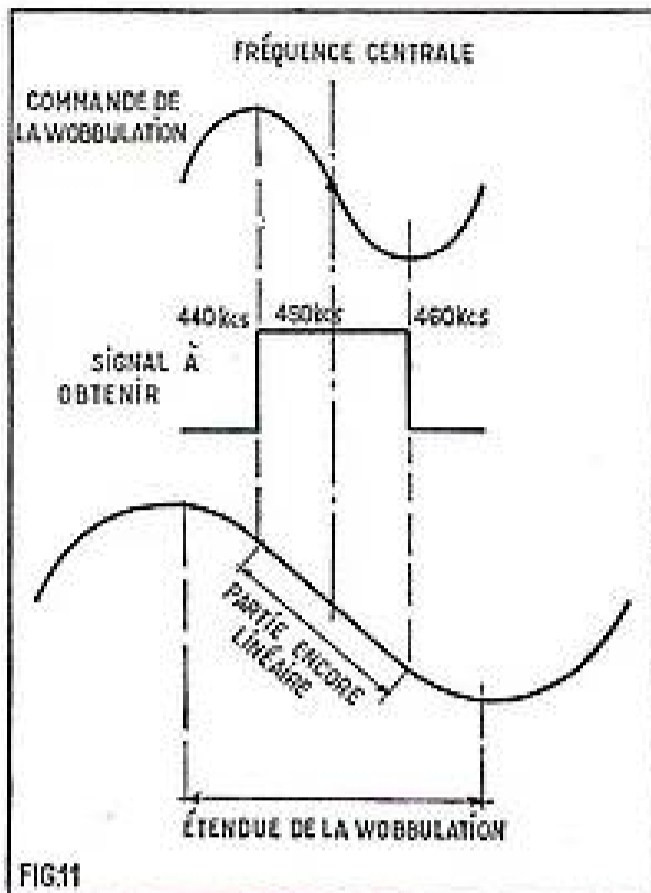

FIG.11
Voilà donc pour le principe qui montre bien, au moins, que les trois systèmes décrits utilisent, comme bien d'autres d'ailleurs, le secteur électrique comme source proprement dite de la wobbulation, mais c'est une partie seulement de la sinusoïde qui servira directement à la variation de la fréquence. Cette sinusoïde comporte (fig. 11), comme toute autres sinusoïde,
14. — La forme en S que l'on cherche à obtenir dans l'alignement de la FM ressemble encore à la sinusoïde de la figure 11 ; en b, dispositif pratique pour l'observation de ce signal : le wobulateur se trouve à gauche de la détection et son emplacement exact dépend de la sensibilité de l'amplificateur.
duire, soit 75 000 périodes (fig. 11). La porteuse elle-même se situera dans cette FM encore à zéro volt, et elle se placera au centre de la bande passante totale. Pour obtenir une reproduction sonore impeccable, ce qui est bien le but de la FM, il faudra donc respecter avant tout la linéarité de la partie de la courbe de réponse, située entre + 75 kHz et - 75 Hz, et c'est cette exigence qui donne lieu à la fameuse courbe en S (fig. 14 a) qui n'est rien autre, comme nous le comprenons maintenant parfaitement, que la partie centrale d'une sinusoïde (voir aussi fig. 11).